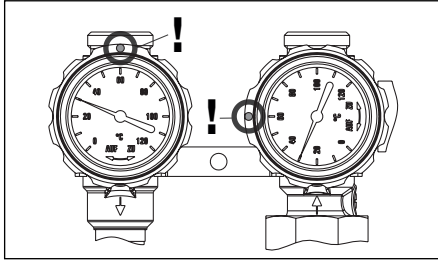

Abb. 6.15 Kugelhahnstellung Befüllen
2. Stellen Sie die Kugelhähne der Solarstation jeweils in die Position wie in Abb. 6.15 abgebildet (Winkelstellung des Thermometergriffes im Vorlauf: 0°, Rücklauf: 90°)